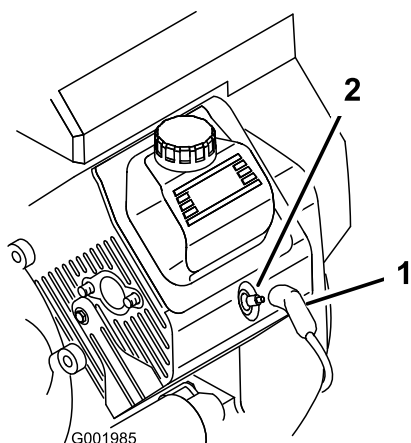

図 53
- 点火プラグのコードが抜けているのを確認する (図 53)。
- 点火コードを取り付ける (図 53)。